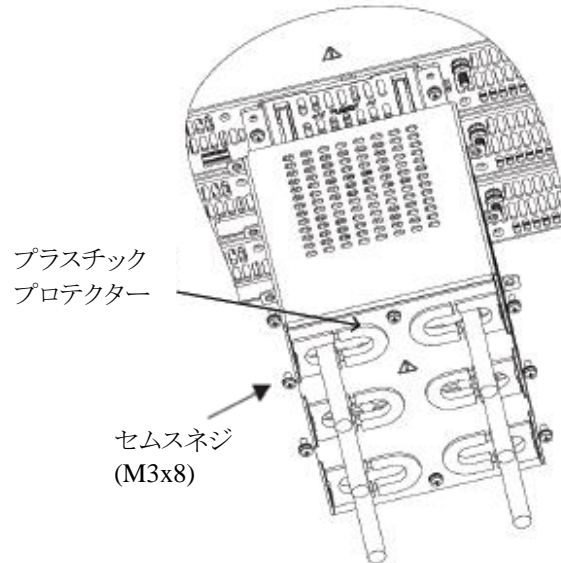

図4-50 出力端子カバーのリアパネルへの取り付け方法
3. 図4-50に示すようにM3×8セムスネジ(製品に添付されています)を使用して、電源のリアパネルに出力端子カバーを取り付けます。
(図4-50はGSP15kWの場合ですが、GSP10kWも同様です。